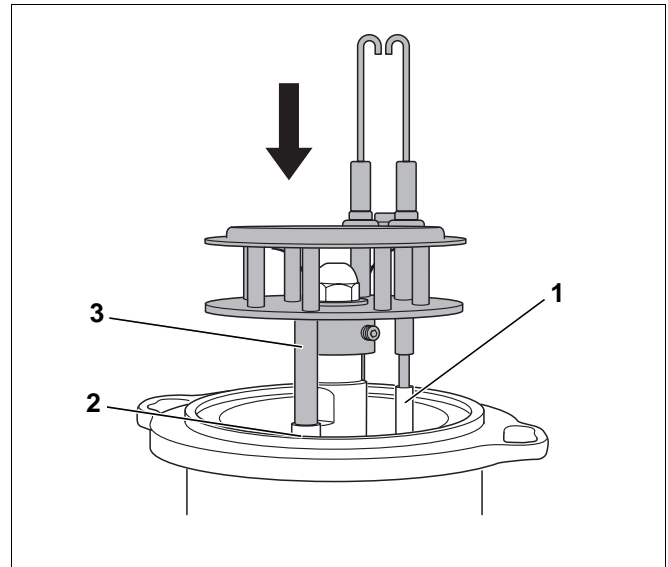

Abb. 3 Düsenstock einsetzen
- Zündleitungen (Abb. 3, **Pos. 1**) korrekt befestigen.
- Sichtrohr (Abb. 3, **Pos. 3**) in das Halterohr (Abb. 3, **Pos. 2**) schieben.